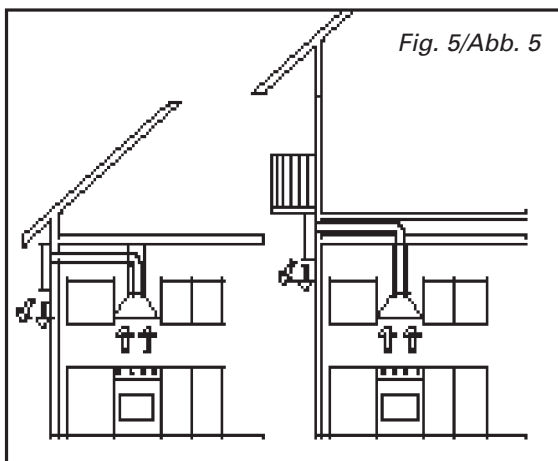

Fig. 5/Abb. 5
Le montage doit être exécuté par du personnel qualifié. L'appareil est prévu pour un montage sur des parois verticales extérieures (cf. fig. 5). Il est vivement recommandé de choisir un emplacement à l'abri de la pluie, de la neige, du vent, etc. pour éviter des infiltrations d'eau et d'humidité dans l'appareil qui risqueraient de l'endommager.
- S'assurer que la direction de l'air entrant et sortant coïncide avec la flèche signalée sur la fig. 5.
La instalación se debe llevar a cabo sólo por personal cualificado. El aparato está preparado para el montaje sobre pared vertical externa (ver fig. 5) Se recomienda instalarlo en una posición resguardada de la lluvia, nieve, viento, etc para evitar filtraciones de agua y humedad al interior del aparato que podrían dañarlo.
- Asegurarse que la dirección del aire en la entrada y la salida sea la correcta con la flecha indicada en la fig. 5.